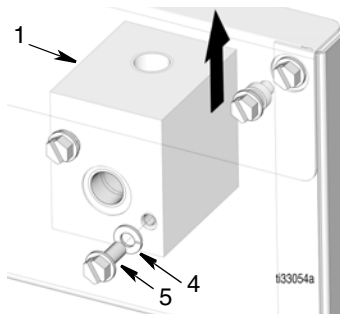

FIG. 22
7. Rimuovere le viti (5) e le rondelle (4) dal collettore (2). Sollevare il collettore (2) verso l'alto ed estrarlo dal corpo della barra dell'olio (FIG. 22).